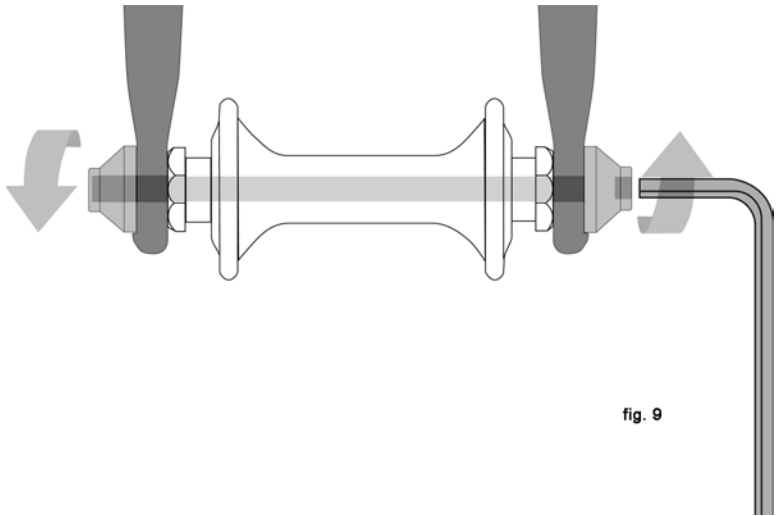

fig. 9
- Un eje hueco con un rodillo ("brocheta") que pasa a través y tiene una tuerca en un extremo y una llave hexagonal, trancador de palanca u otra herramienta en el otro (tornillo a través, fig. 9).